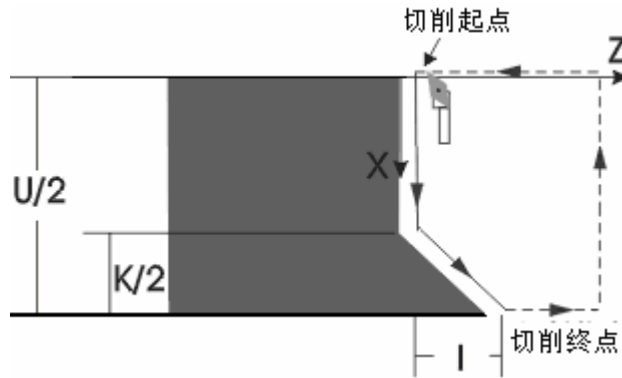

图 4-26
3)、G92 端面螺纹：如图 4-26
例 1: 加工图 4-26 a 所示的英制圆柱管螺纹。(G1 1/4 :牙数 11, d=41.910, d2=40.431, d1=38.952)
例 2: 加工图 4-26 b 所示的圆锥外螺纹 (R1 1/4 :d=41.910, d2=40.431, d1=38.952, P=2.309 螺纹有效长度 19.1)